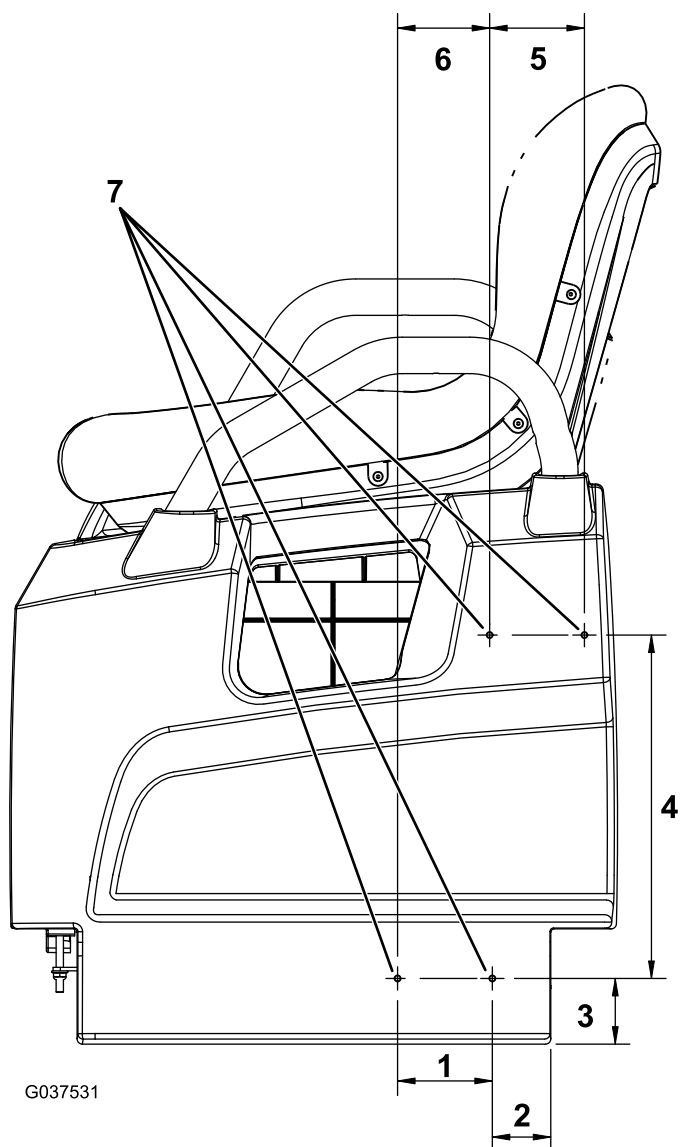

Рисунок 10
1. На левой стороне машины отмерьте 51 мм от нижней левой стороны основания сиденья и отметьте эту точку (Рисунок 10).
2. Отмерьте 57 мм прямо вверх от этой точки и поставьте в этом месте точку (Рисунок 10).
3. Отмерьте 83 мм влево от точки, отмеченной в пункте 2, и поставьте в этом месте точку (Рисунок 10).
4. Отмерьте 80 мм влево от точки, отмеченной в пункте 3, затем отмерьте 299 мм прямо вверх от этой точки и поставьте здесь точку (Рисунок 10).
5. Отмерьте 83 мм вправо от места, отмеченного в пункте 4, и поставьте здесь точку (Рисунок 10).
6. Просверлите отверстие диаметром 5 мм в каждой из четырех отмеченных точек (Рисунок 10).